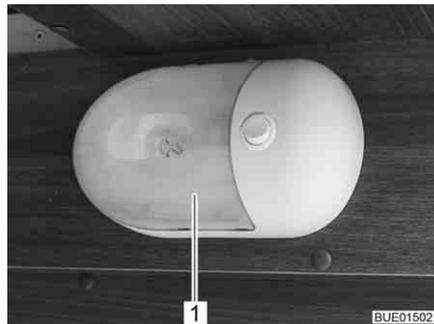

Fig. 242 Lampada del garage
- Comprimere leggermente sui due lati la copertura trasparente (Fig. 242,1), staccarla appena dall'interruttore e tirarla in avanti.